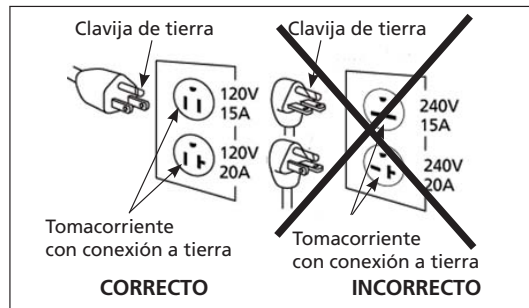

Figura 3: Método de conexión a tierra
1. Este producto debe usarse en un circuito de 120 voltios nominales. Debe estar conectado a tierra. En caso de cortocircuito eléctrico, la conexión a tierra reduce el riesgo de descarga eléctrica al proporcionar un cable de escape para la corriente eléctrica. La unidad está equipada con un cable que tiene una clavija de tierra. Encajará en uno de los tipos comunes de tomacorriente que se muestran en la Figura 3. Si el enchufe no encaja en el tomacorriente deseado, haga que un electricista calificado cambie el enchufe o el tomacorriente.
3. Este producto debe usarse en un circuito para 120 voltios nominales y tiene un conector a tierra parecido al que aparece en la Figura 3.